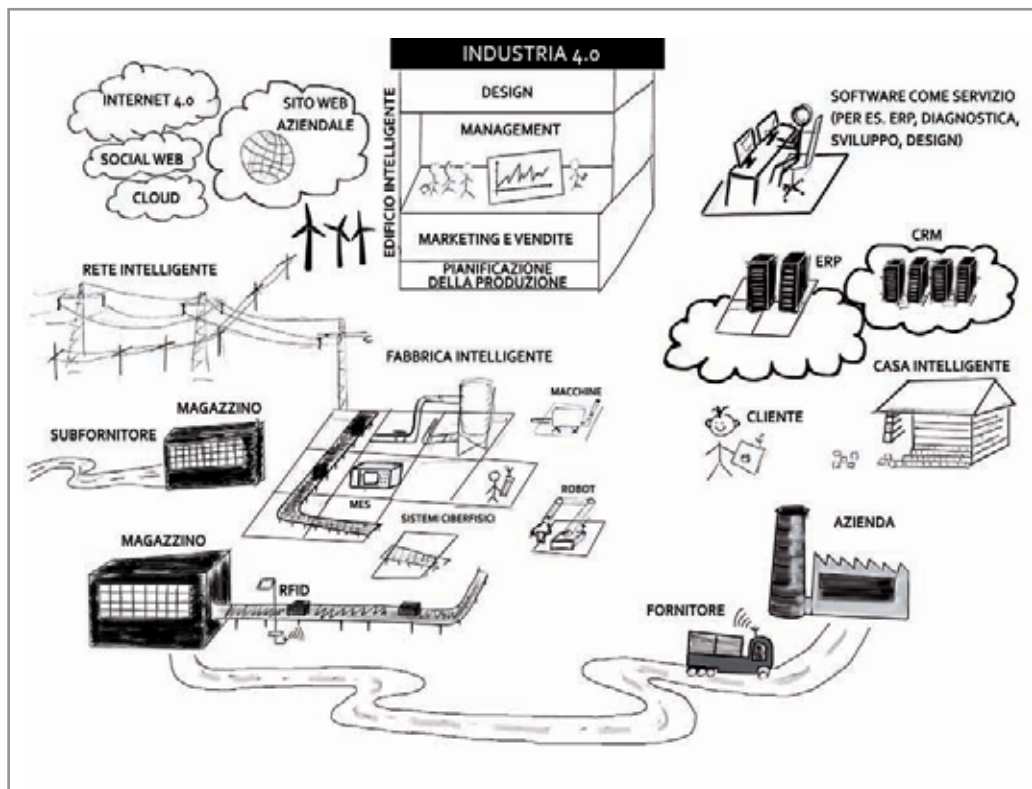

Figura 1 - Visione della produzione industriale del futuro nel quadro di un ambiente intelligente complessivo
Si possono così monitorare gli impianti per tutto il loro ciclo di vita e inserire in tali sistemi anche la pianificazione e l'esecuzione di misure di manutenzione preventiva, in cui gli arresti programmati dell'impianto vengono utilizzati per l'aggiornamento e la sostituzione di dispositivi, evitando così costose interruzioni della produzione. Dato che le reti si estendono a diversi stabilimenti e consentono un accesso globale, poi, acquisisce sempre maggiore importanza la questione della sicurezza. Si vuole garantire che solo persone autorizzate possano accedere all'impianto e intervenire nel processo di produzione. Per implementare questo sviluppo è necessario utilizzare standard aperti, come quelli offerti per esempio da OPC Unified Architecture (UA) (si veda il box), che consentono uno scambio di dati sicuro ed efficiente tra i componenti di automazione di diversi produttori. Le soluzioni sfruttano architetture che si basano su servizi e sono disponibili a livello centrale tramite Internet. Si può prevedere che a lungo termine questi sviluppi sfoceranno nella realizzazione di una 'Internet delle Cose' per l'ambiente industriale. In essa tutte le macchine, i sistemi di stoccaggio e i mezzi di esercizio sono collegati in una rete globale e utilizzabili con intelligenza decentrata, per prodotti realizzati automaticamente nel quadro di un'ottimizzazione locale e identificabili in modo univoco, il cui luogo e stato possono essere quindi sempre accertati. Questa visione viene spesso sintetizzata con il termine di 'Industria 4.0' (si veda Figura 1).
orientati agli oggetti. I destinatari delle informazioni che supportano soltanto le regole base sono in grado di rielaborare i dati anche senza informazioni sui rapporti tra le strutture complesse di un server. L'universalità della tecnologia OPC UA permette anche l'implementazione di sistemi di integrazione verticale completamente nuovi. Per esempio, il collegamento in cascata di componenti OPC UA consente la trasmissione sicura e affidabile delle informazioni dal livello di produzione fino ai sistemi per la pianificazione delle risorse e per la gestione della produzione. A questo fine, vengono collegati tra loro in modo diretto server OPC UA embedded a livello di dispositivi di campo e client OPC UA integrati in sistemi a livello di gestione. I singoli componenti OPC UA possono avere ubicazioni diverse ed essere separati tra di loro attraverso firewall. OPC UA è quindi particolarmente adatto per l'impiego in sistemi distribuiti e riveste quindi un ruolo importante nella visione della produzione industriale futura nel quadro di un ambiente generale intelligente (si veda Figura 1). OPC UA consente inoltre ad altri comitati di standardizzazione di utilizzare i servizi OPC UA come meccanismo di trasporto per i propri modelli di informazione. OPC UA prevede la retrocompatibilità con OPC Classic. Le strutture di dati di un'applicazione OPC Classic possono quindi essere riutilizzate anche nel quadro di un'applicazione OPC UA. I due standard offrono inoltre la possibilità di essere impiegati contemporaneamente. A questo fine, vengono usati wrapper (per l'accesso di un client OPC UA a un server OPC Classic) e proxy (per l'accesso di un client OPC Classic a un server OPC UA). Lo standard OPC UA risponde quindi in modo ideale alle singole esigenze specifiche dell'industria e gli si attribuisce un grande potenziale per il futuro. Non da ultimo, OPC UA viene utilizzato come tecnologia per lo scambio dati nella futura realizzazione di Internet delle Cose e Industria 4.0.